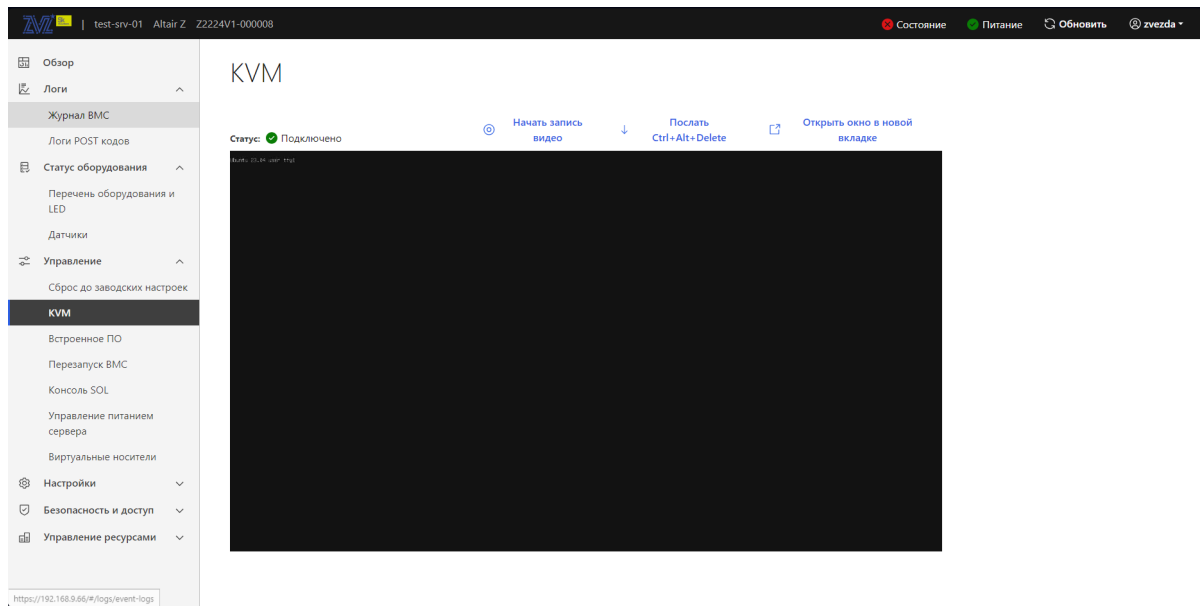

Рис. 81. Окно «KVM»
- 3) Пройдите во вкладку «Управление» → «KVM» в данной вкладке осуществляется удаленное управление BIOS. Окно показано на рис. 81 Окно «KVM»